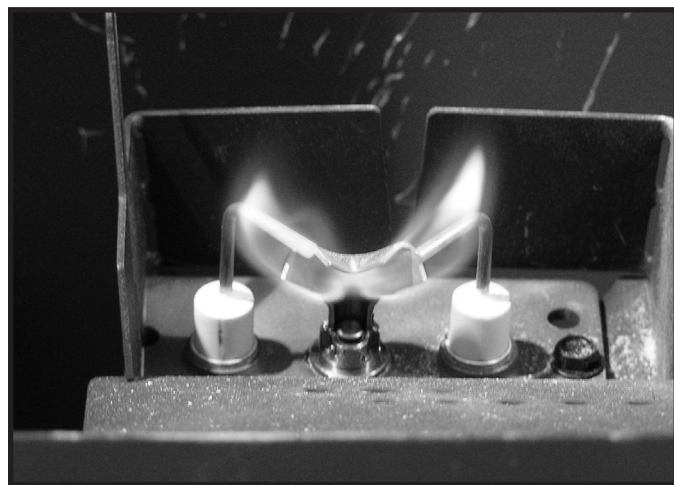

Figure 4.2 Comportement de la flamme de la veilleuse IPI
- Inspectez la qualité du comportement de la flamme de la veilleuse. Consultez la figure 4.2 pour un comportement de la flamme de la veilleuse. Nettoyez ou remplacez la tête d'injecteur à filetage mâle si nécessaire.